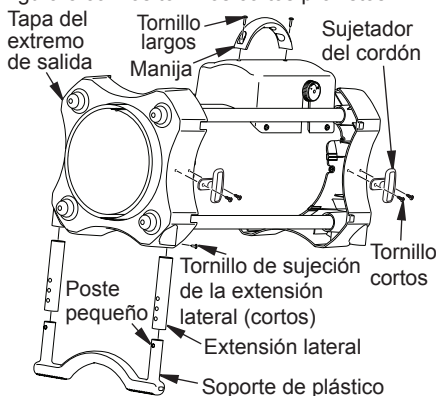

Figura 3 - Manija y conjunto del soporte
Fije la manija a la caja de control con 2 tornillos (largos) como se muestra en la figura 3.
1. Inserte las extensiones laterales en la tapa del extremo de salida hasta que el orificio pequeño se alinee con el orificio más grande, visible desde dentro de la tapa del extremo de salida (consulte la figura 3). Sujete las extensiones laterales con el tornillo provisto (cortos).
Instale los sujetadores del cordón al lado de la tapas de los extremos como se muestra en la figura 3 con los tornillos cortos provistos.